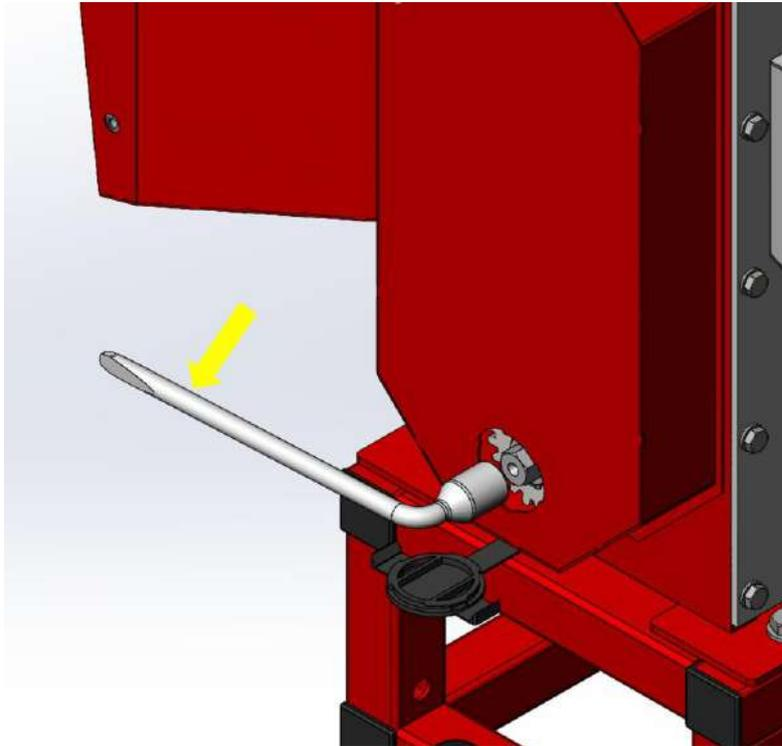

Рисунок 34. Процес розклинювання
2. Візьміть балонний ключ 24 (йде в комплекті з подрібнювачем) (Рис. 34).
3. Встановіть ключ на профіль валу (Рис. 34).
4. Обережно перевірте вал у зворотному напрямку (проти годинникової стрілки), створюючи реверсивний рух ножів (Рис. 34).